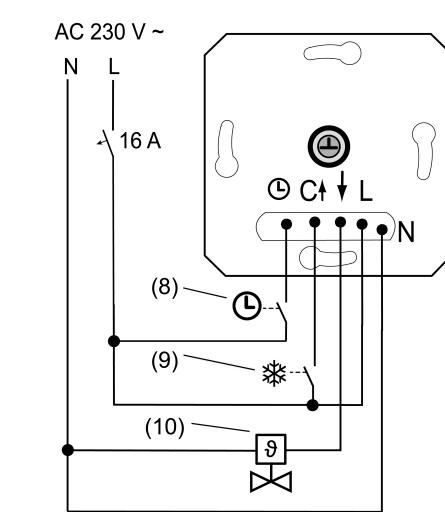
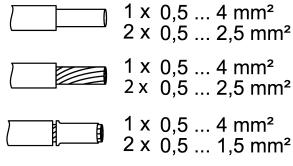

Bild 2: Anschlussbeispiel des Einsatzes
Bild 3: Klemmbarer Leiterquerschnitt
- Elektrothermischen Stellantrieb (10) an Einsatz (1) gemäß Anschlussplan (Bild 2) anschließen. Leiterquerschnitte beachten (Bild 3).
- Optional den Eingang ECO-Betrieb Ø über einen Schaltkontakt einer Zentraluhr (8) beschalten. Liegen 230 V am Eingang an, wird die eingestellte Solltemperatur ausschließlich im Heizbetrieb, um 4 °C reduziert.
- Optional den Eingang Kühlen C über einen Schaltkontakt der Heizungsanlage (9) beschalten. Liegen 230 V am Eingang C an, ist der Kühlbetrieb aktiv. Werden die 230 V abgeschaltet, schaltet das Gerät automatisch in den Heizbetrieb.